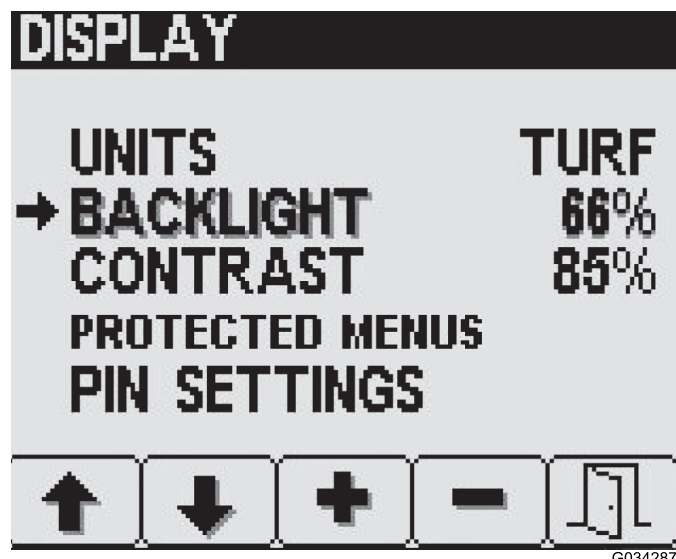

Figura 11
1. Prima o botão 2 no ecrã de definições do ecrã para selecionar a opção de retroiluminação ou contraste (Figura 11).
2. Utilize os botões 3 e 4 para definir o valor desejado (Figura 11).